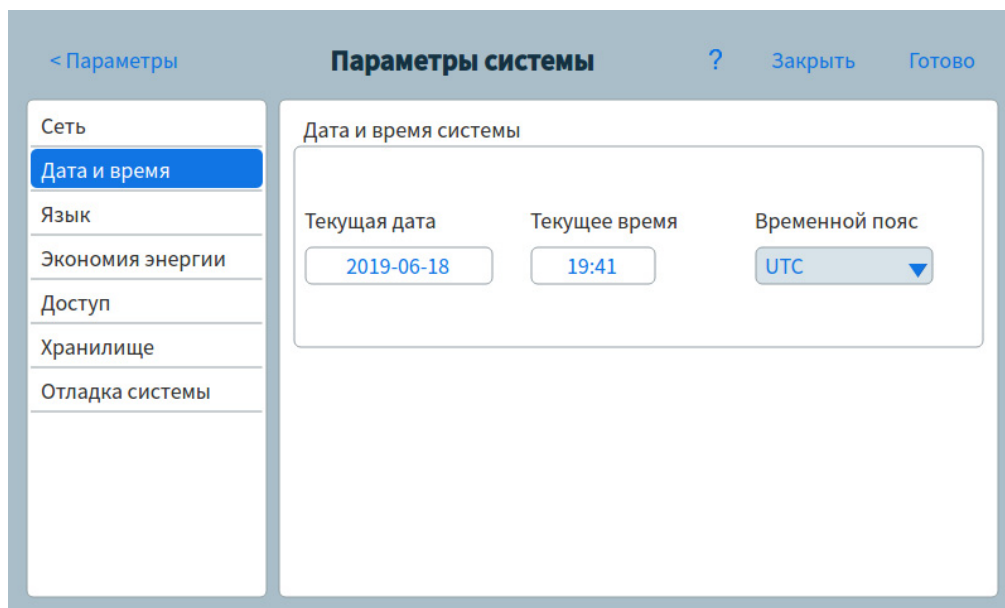

Рис. 42 Страница системных параметров
- 1 На странице системных параметров нажмите кнопку выбора страницы **Дата и время**. Появится страница даты и времени. См. Рис. 42.